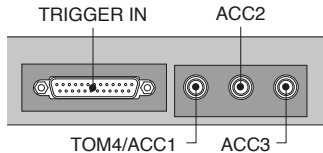

Fig.5
4. Insert the TRS cable from Cymbal Pad into ACC2 or ACC3 of the Sound Module (Fig. 5).
ケーブルの接続が終わったら、もう一方のジャックを音源BOXの ACC2 または ACC3へ差し込みます (Fig.5)。
- WAVE TRIGGER TECHNOLOGY is not available on ACC2 & ACC3 inputs and is best suited for additional Cymbal or Bass Drum Pads (Fig.5.)
- 追加のシンバルパッド、バスドラムパッドはACC2 またはACC3への接続をおすすめします (Fig.5)。